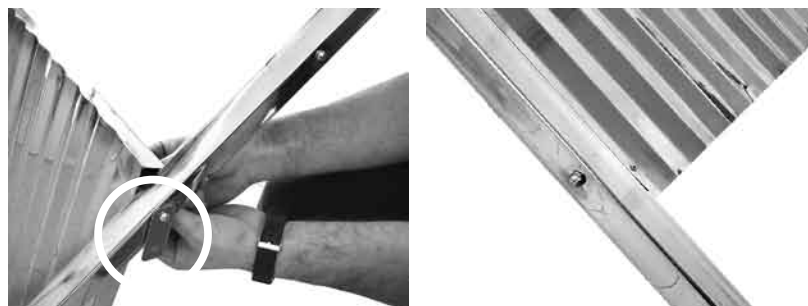

Fig. 3
7. Se fixează oglinda 18 tot cu șurub lung și la găurile din partea de jos a oglinzii, ca în fig. 3.